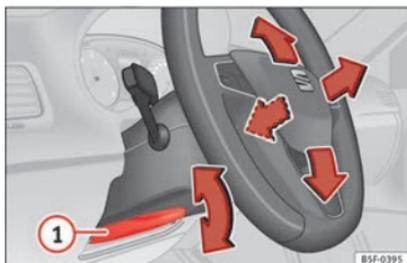

Fig. 20
Ajustar la posición del volante: tire de la palanca » fig. 20 ① hacia abajo, mueva el volante hasta la posición deseada y vuelva a subir la palanca hasta el punto de cierre.